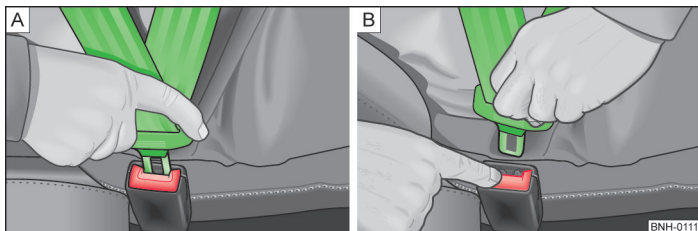

Fig. 155 Fixarea sau desfacerea centurii de siguranță
- » Introduceți clema de fixare în catarama aferentă a centurii de siguranță, până când se fixează cu un declic » fig. 155 - [A].
- » Apăsăți tasta de culoare roșie de pe catarama centurii » fig. 155 - [B], lamela de fixare sare afară.